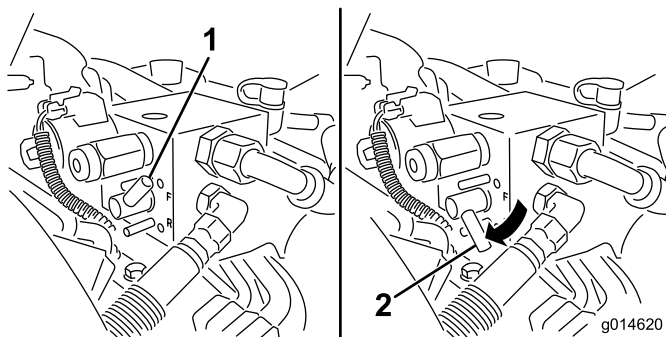

図 52
5. バックラップ・レバーを逆転 (R) 位置にセットする (図 52)。